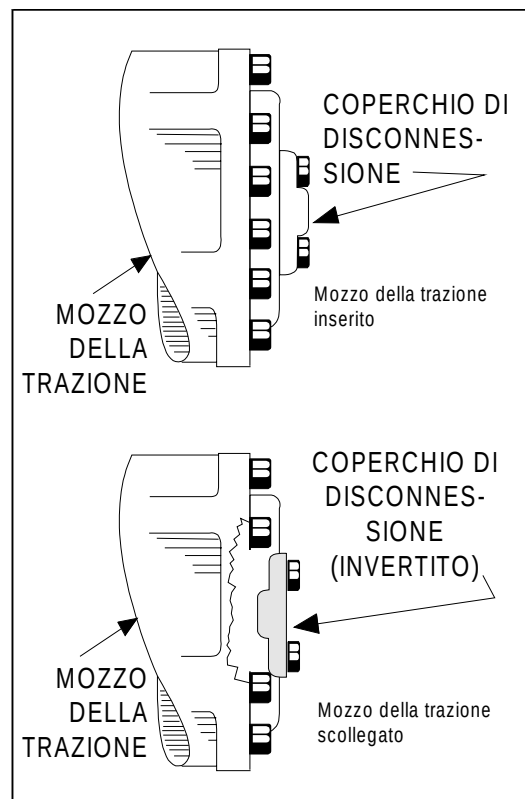

Figura 4-6. Mozzo di scollegamento della trazione
2. Disconnettere i mozzi della trazione invertendo il coperchio di disconnessione (vedere la figura 4-6.). Dopo aver trainato la macchina, eseguire quanto segue:
3. Ricollegare i mozzi della trazione, invertendo il coperchio di disconnessione (vedere la figura 4-6.).